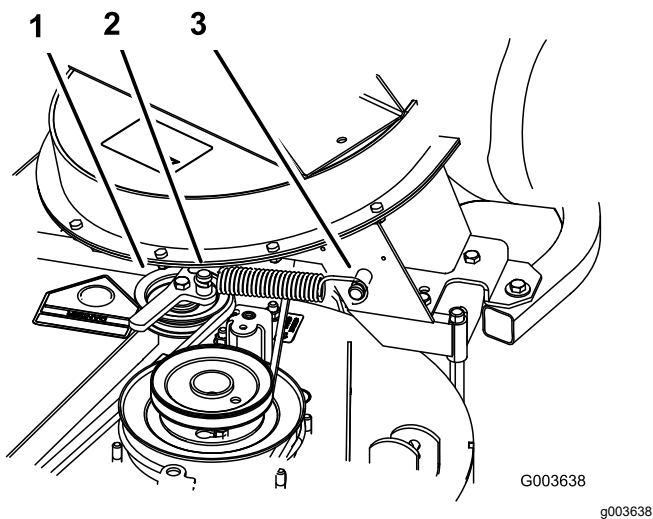

Figura 42
6. Instale el muelle según se muestra en Figura 42.